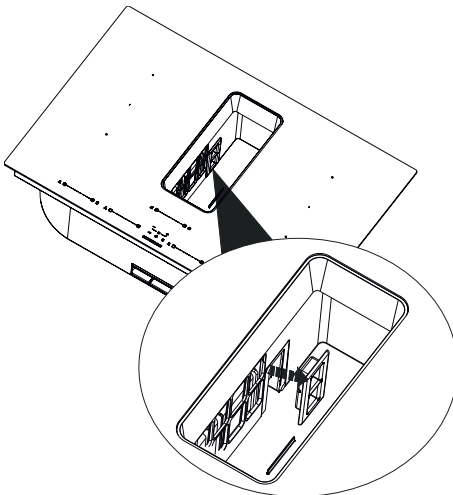

Fig. 6
2. ➡ Ta bort locket till kolfiltret (Fig. 6).